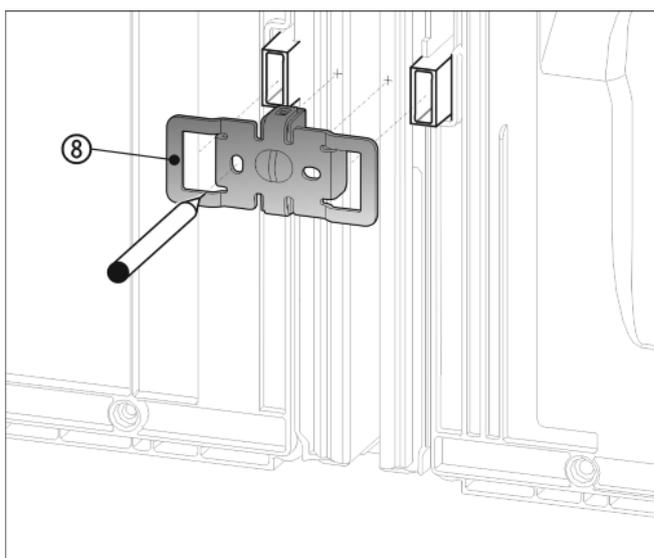

Fig. 10
- ▶ Spingere la squadra Fig. 10 (8) con gli incavi sull'alloggiamento per i supporti a parete